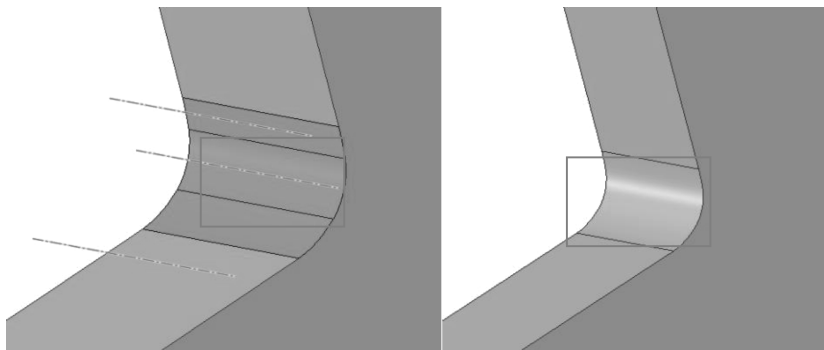

图 12-114 合并拐角面
(7) 在工具栏中单击【Repair】→【Merge Faces】，在拐角处选择如图 12-114 所示的面。然后单击 ☒ 确定。